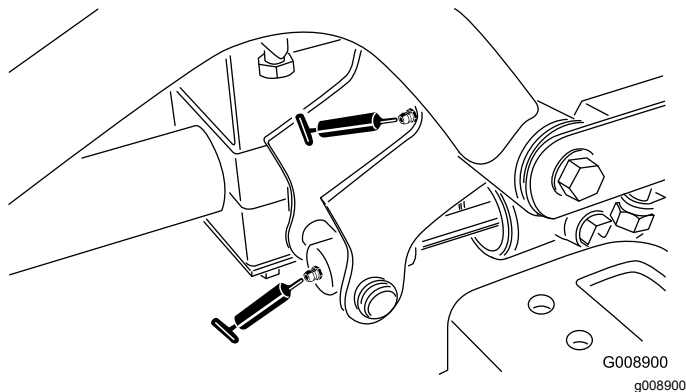

Bild 66
- Rechte vordere Hubarm-Drehbüchsen und Hubzylinder (zwei Schmiernippel – Bild 66)